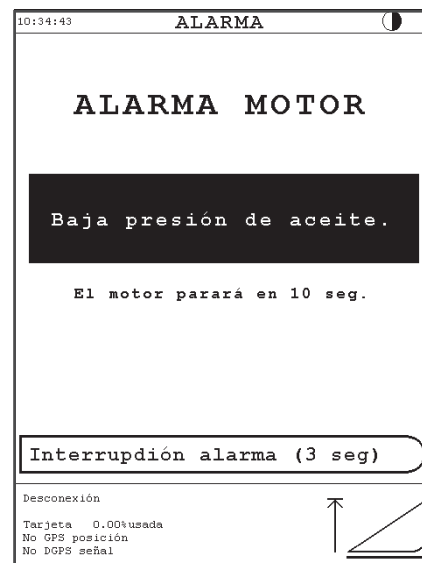

Fig. 1
**Velocidades de los ejes - Fig. 1**